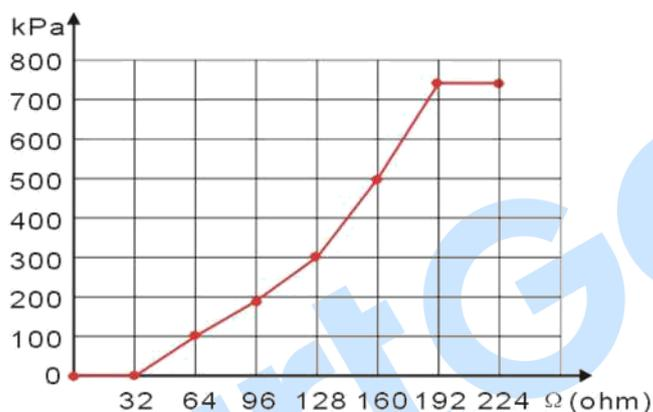

图3 传感器曲线图
- 可以将最前面的几个点或最后面的几个点纵坐标设成一样。如图 3 所示：